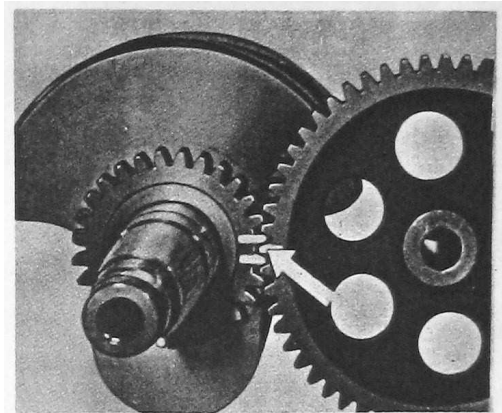

Fig. 32
5. Kurbelwelle so einbauen, daß Einstellmarkierungen (Fig. 32 und 33) übereinstimmen.
5. Adjustment markings (Fig. 32 and 33) must align.